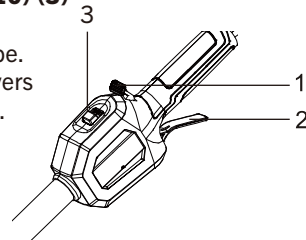

Fig. 10
1. Appuyez sur l'interrupteur de verrouillage (1) (Fig. 10).
2. Tout en continuant d'appuyer sur l'interrupteur de verrouillage, appuyez sur l'interrupteur à gâchette (2).
### L'interrupteur de vitesses à deux vitesses (Fig. 10) (3)